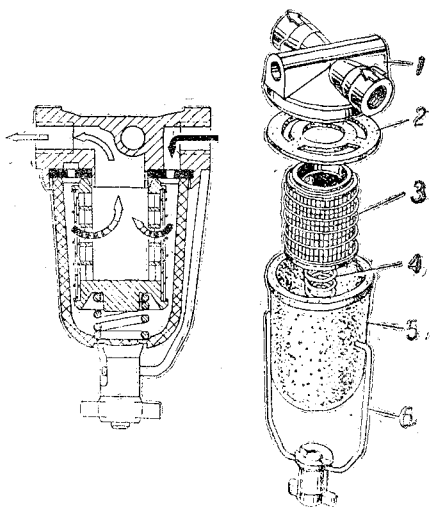

Рис. 18. Фильтр тонкой очистки бензина:
**Фильтр тонкой очистки бензина** (рис. 18) установлен перед карбюратором. Бензин, подаваемый бензонасосом, поступает в стакан-отстойник 5, где часть примеси выпадает в виде осадка. Затем бензин фильтруется, проходя через сетчатый фильтрующий элемент 3.